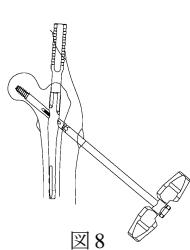

図8
- 4) 抜去用アダプタをネイルに固定し、抜去用Tレンチをラグスクリューに固定し、抜去用アダプタを持ちながらラグスクリューを抜去します。(図8)